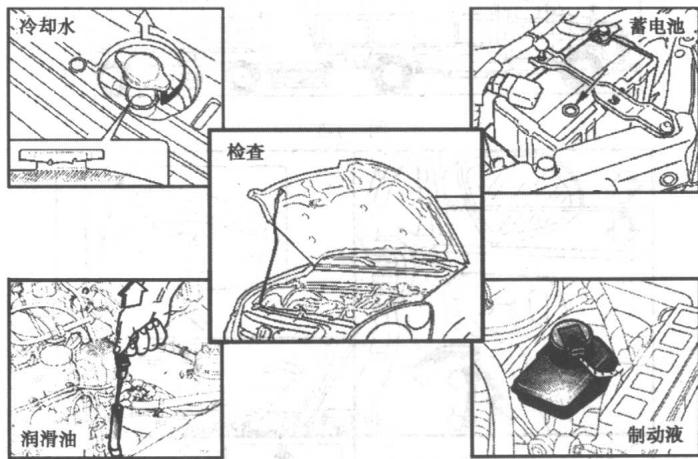

图 1-9
- 冷却水、润滑油、制动液、蓄电池电解液是否充足，并检查上述容器盖是否齐全有效(图 1-9)；